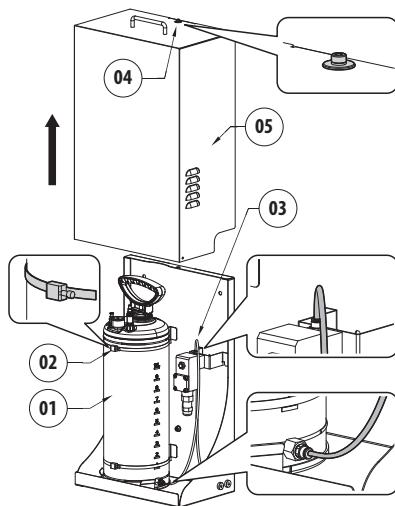

Рис. 4
При операциях установки или техобслуживания насоса можно оставлять бак в позиции или удалить его (Рис. 4, страница 10). Для удаления бака (01) нажмите на металлические хомутки (02) и отсоедините соединяющую трубу (03).